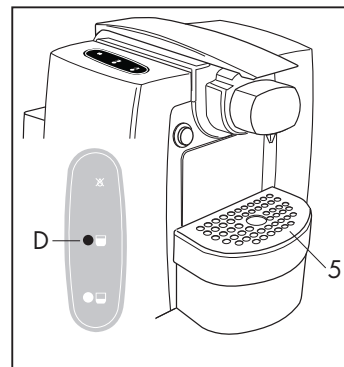

Fig.7
- Enfoncer la touche ☹ (D) **(Fig. 7)** et attendre la fin du flux. De cette manière la machine est rincée.
- Pour préparer correctement un café expresso, placer la grille (5) à la hauteur maximum **(Fig. 7)**